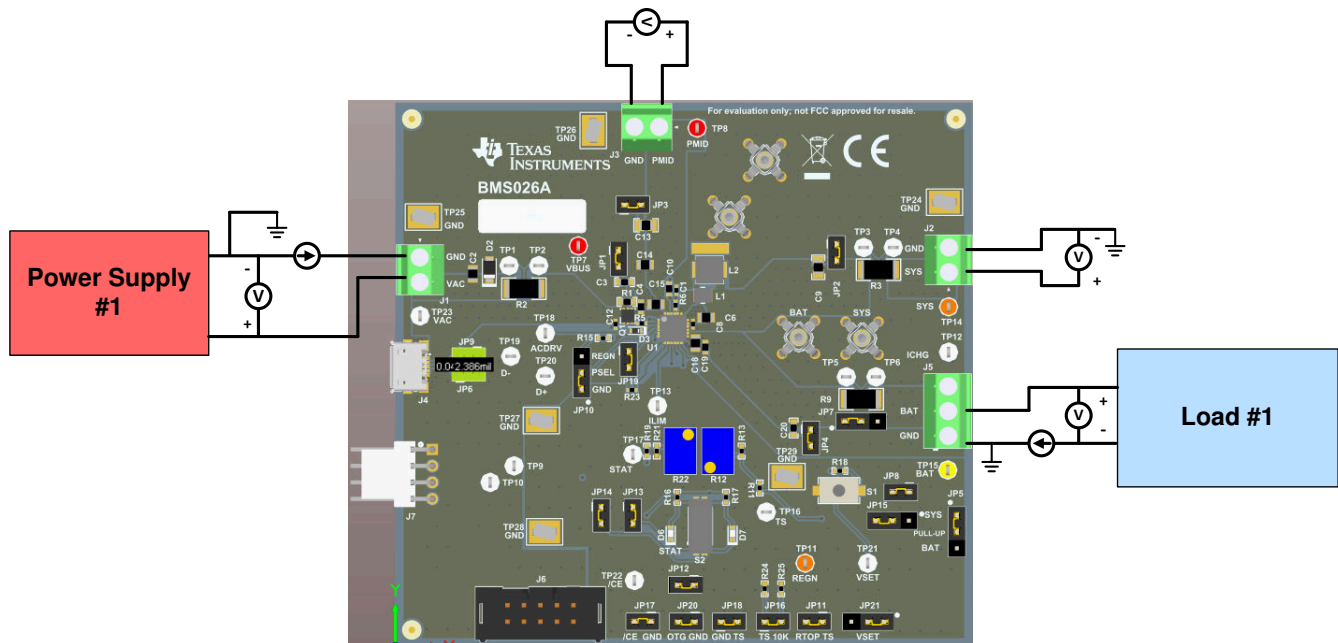

图 2-1. 用于 BMS026 EVM 的原始测试设置
- 打开负载 #1，设置为恒压模式并将输出设置为 3.7V，然后禁用负载。如图 2-1 中所示，将负载与电流表 (万用表) 串联到 J5 (BATTERY 和 GND) 接地侧。
- 在 TP15 (BAT) 和 TP24 (PGND) 之间或者在 J4-2 和 J4-1 之间连接一个电压表，如图 2-1 中所示。
- 在 TP14 (SYS) 和 TP24 (PGND) 之间或者在 J2-1 和 J2-2 之间连接一个电压表，如图 2-1 中所示。